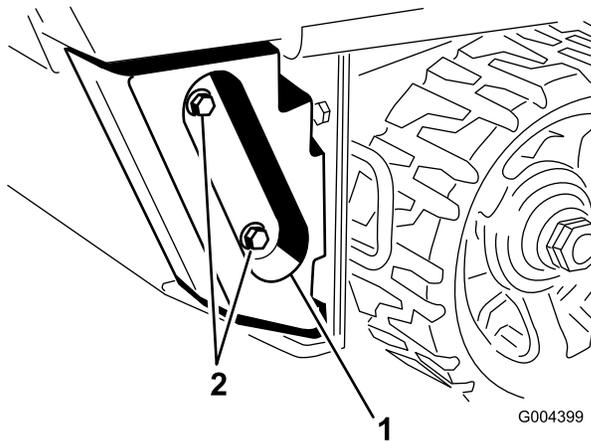

Figure 1
3. Si vous montez ce kit sur une machine série TX 400, enlevez les contrepoids et leurs fixations de l'arrière et rangez-les en lieu sûr (Figure 1)